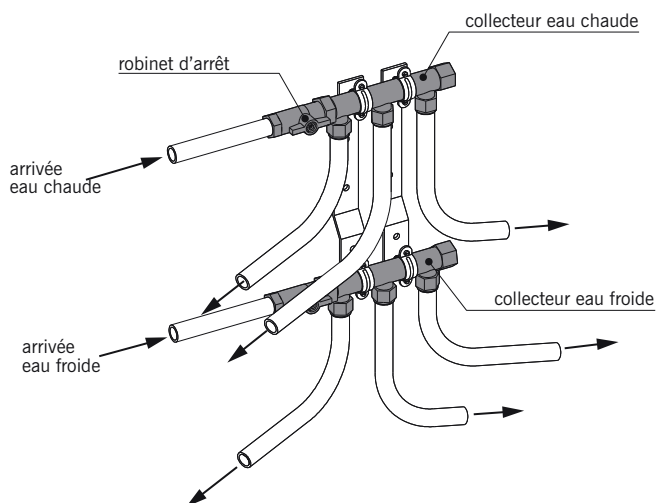

fig. 14.6
■ **Le collecteur ou la nourrice** : accessoire tubulaire possédant plusieurs embranchements de départ de canalisations (fig. 14.6 et 14.7).